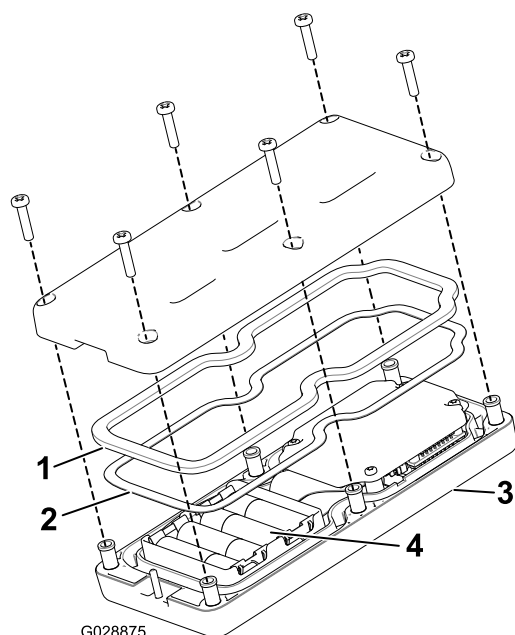

Рисунок 38
3. Отверните 6 винтов в задней части пульта дистанционного управления и снимите крышку (Рисунок 38).
5. Вставьте все новые батарейки в соответствующие гнезда, соблюдая полярность. (Если батарейки будут установлены неправильно, устройство не будет повреждено, но и не будет работать.) В каждом гнезде имеется тиснение с обозначениями полярности клемм (Рисунок 38).
6. В случае случайного удаления резинового уплотнения и стальной прокладки осторожно установите их в канавку ручного пульта дистанционного управления (Рисунок 38).
7. Установите на место крышку, закрепите ее с помощью 6 ранее снятых винтов (Рисунок 38) и затяните их с моментом 1,5–1,7 Н·м.